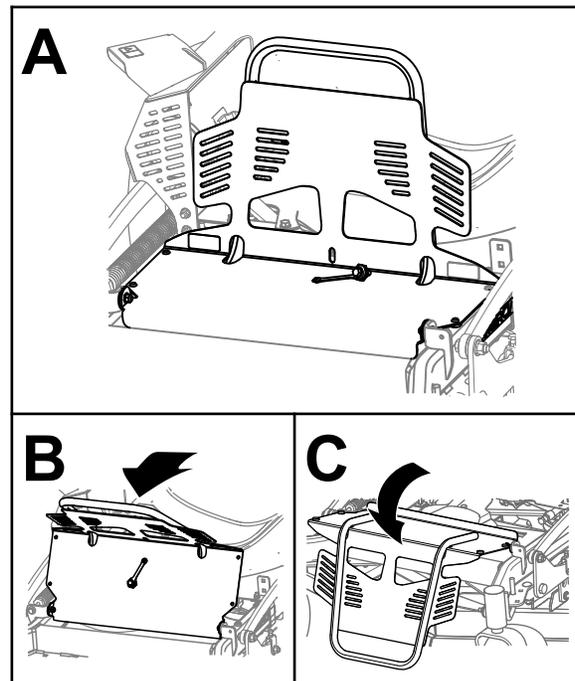

Figura 30
2. Rode a proteção do motor para a frente como se mostra na Figura 30.